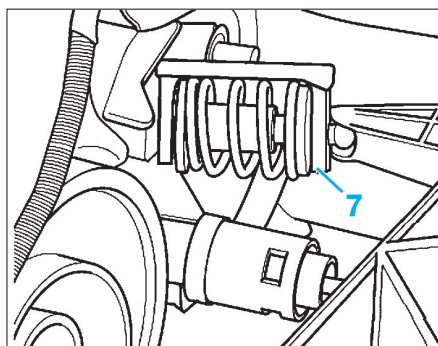

Fig. 7
Outil (7) de maintien du ressort Audi (réf : T40025) de pédale d'embrayage (Fig.7).
brayage en appuyant sur celle-ci. Ce faisant, placer l'agrafe de montage (7) (Fig.7).
- Amener la pédale d'embrayage en position de repos et extraire le ressort de rappel conjointement avec l'agrafe (7) par le bas.